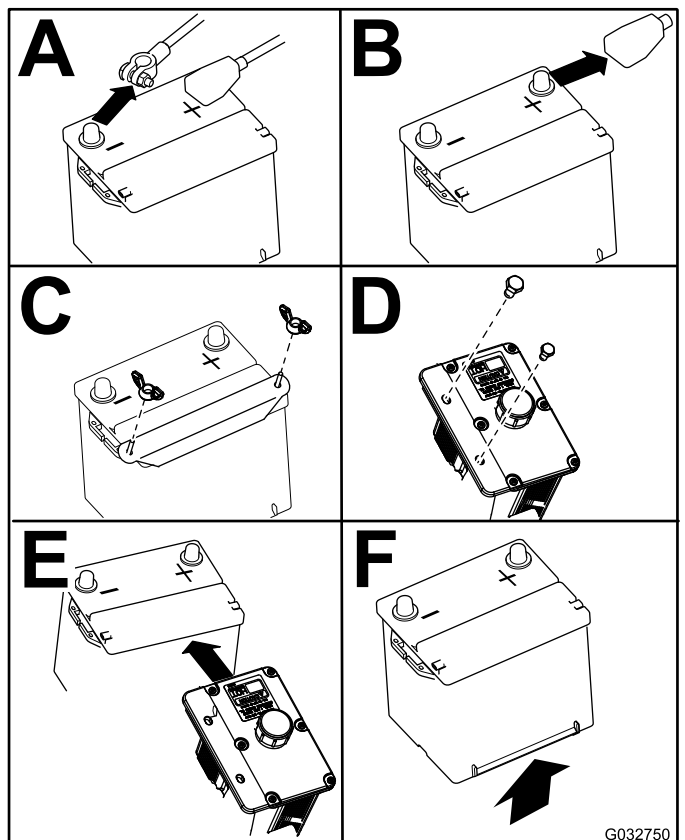

Figura 73
4. Remova a bateria como se mostra na Figura 73.